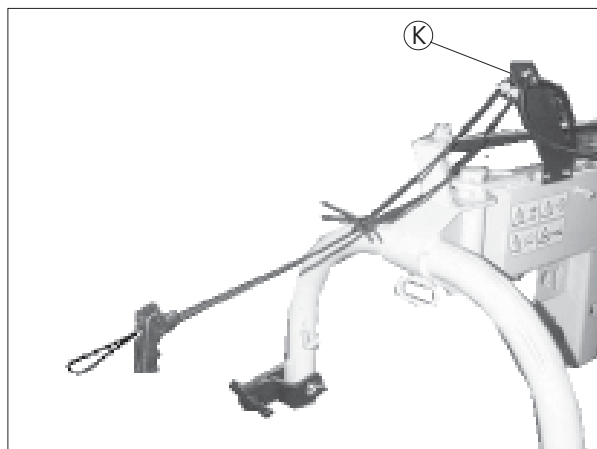

Bild 3-14
Kabelhalter (K) am vorderen Rahmenende mit den zwei selbstschneidenden Schrauben M8x16 anschrauben (Bild 3-14).